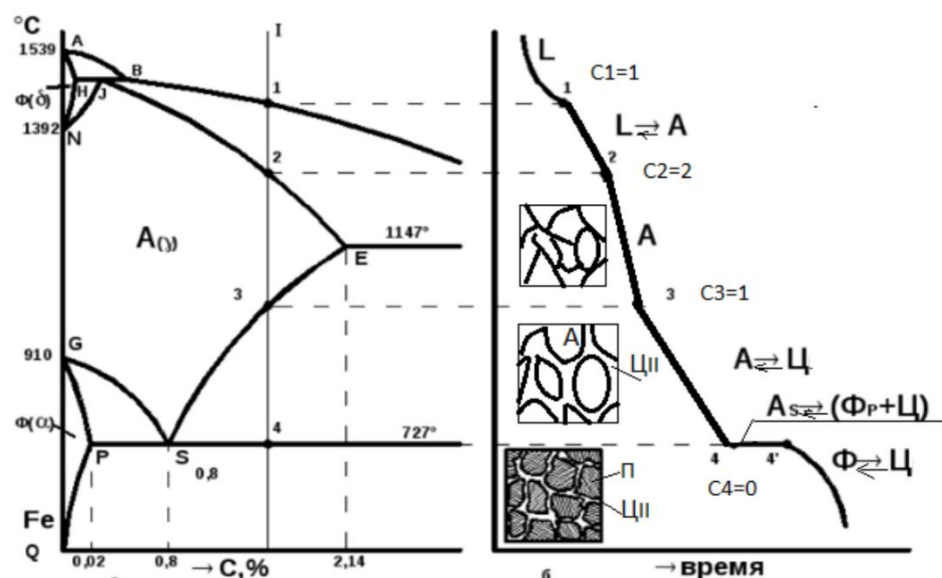

Рис. 1. Левая часть диаграммы состояния «Fe-Fe3C»
1. Для зарисовки левой части диаграммы состояния «Fe-Fe3C» и построения термической кривой охлаждения используйте пример построения термической кривой охлаждения для заэвтектоидного сплава – рисунок 1.